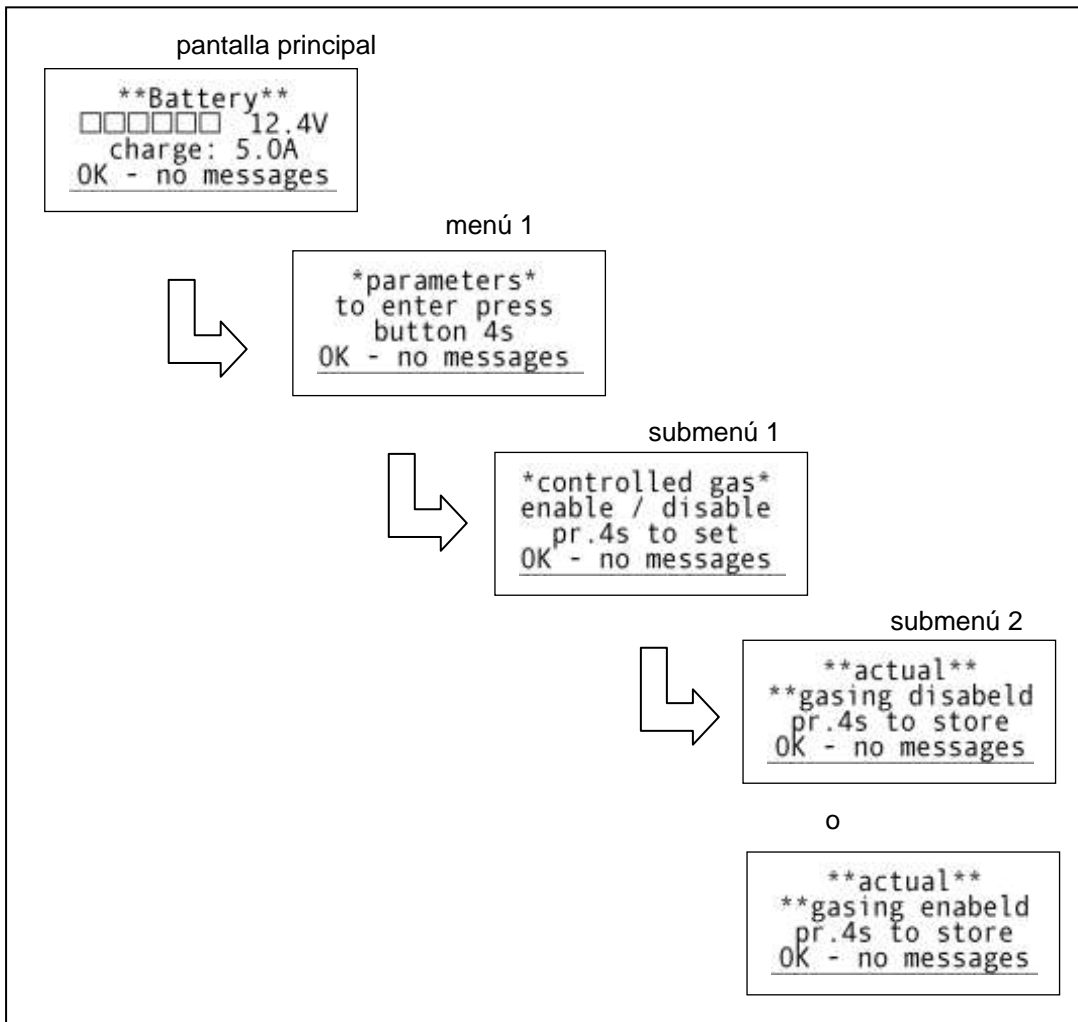

ilustración 7
3. Carga de ecualización (ilustración 7)